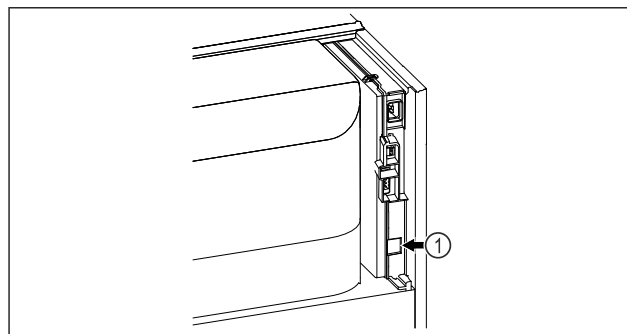

Fig. 184
- ❑ SmartModule Fig. 184 (1) è inserito.